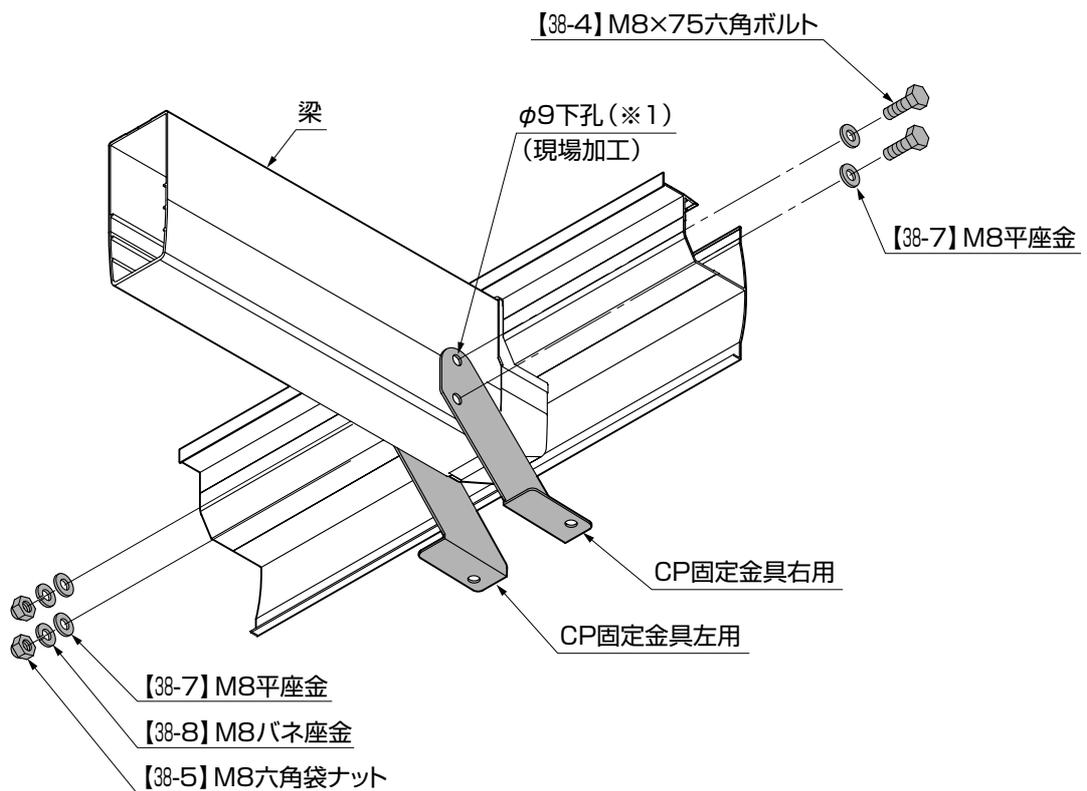

図4-1
- ①梁の先端についている押しボタンを外して、CP固定金具右用とCP固定金具左用を【38-4】、【38-5】、【38-7】、【38-4】で取付けてください。(図4-1参照)